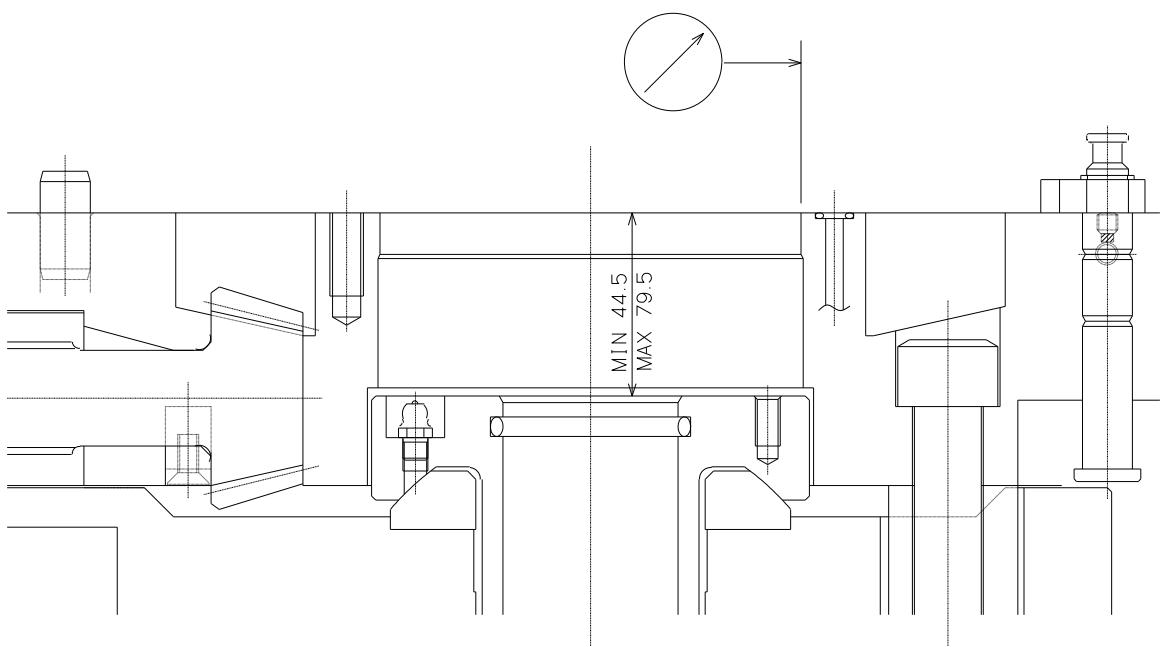

図 10
- ① 作業前に必ず機械の主電源を切ってください。また、ピストンは前進端にて作業を行います。
- ② ダイヤフラムプレート ASSY を【A】ボデーと【B】リアボデーで挟み込み、【02】六角穴付ボルトで仮縫いします。
- ③ 【05】六角穴付ボルトで【D】プランジャに【Z】連結用ハンドルを取り付けます。
- ④ 【Z】連結用ハンドルを回して、【D】プランジャをドローパイプに締めこみます。
- ⑤ 【01】六角穴付ボルトでチャックを仮縫いします。図 10 のように径振れ 0.02mmT.I.R. 以下となるように調整し、【01】と【02】の六角穴付ボルトを規定トルクで締め付けます。
- ⑥ 【Z】連結用ハンドルを用いて、図 10 のように【D】プランジャの位置を調整します。なお、プランジャにはクリックストップ(回り止め装置)がついていますので、この手応えのあった位置で調整完了するようにしてください。その後、チャックをフルストロークさせて規定のストローク量が得られていることを確認してください。
- ⑦ 【N】センタギヤと心出し治具を取り付け、心出し治具の心振れを調整してください。
- ⑧ レバー、バランスピンを取り付けます。
- ⑨ 組立後、グリースを給油します。(P-24 参照)